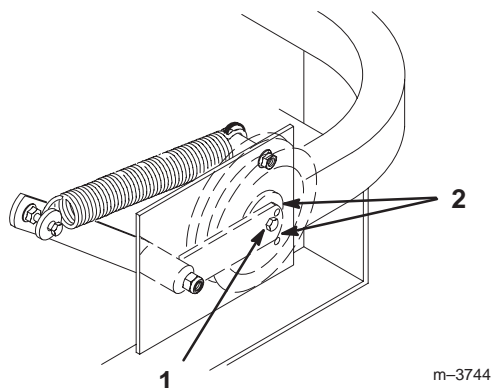

Figure 64
8. Vérifiez la tension de la courroie. Le boulon central de la poulie de tension rappelée par ressort doit se trouver entre les deux trous d'alignement de la plaque de support gauche (Fig. 64).
10. Vérifiez de nouveau la tension de la courroie. Le boulon central de la poulie de tension rappelée par ressort doit se trouver entre les deux trous d'alignement de la plaque de support gauche (Fig. 64). Réglez au besoin et serrez toute la visserie solidement.